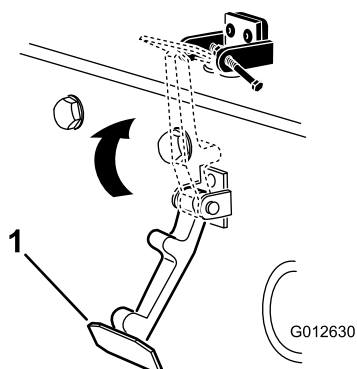

Figure 6
7. Accrochez le loquet du capot sur son support (Figure 6).